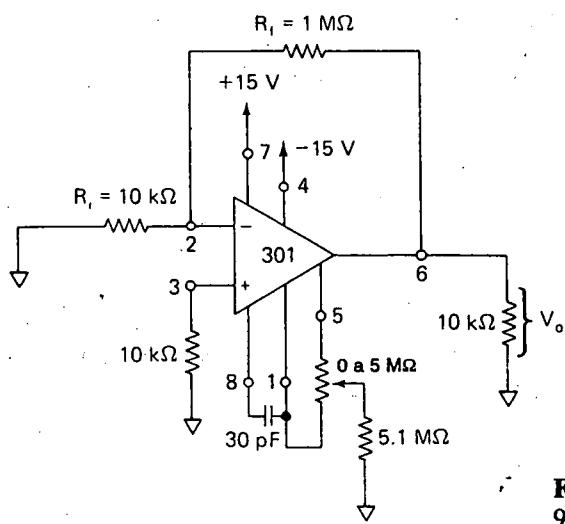

FIGURA 9-9 Circuito para el ejemplo 9-6.
Un amplificador operacional 301 del circuito de la figura 9-9 tiene las siguientes especificaciones de deriva: conforme la temperatura cambia de 25 a 75°C, I_{os} tiene una variación *máxima* de $0.3 nA/C$ y V_{io} varía como *máximo* a $30 \mu V/C$.
- 9-13.** En la figura 9-9 V_{io} cambia por $\pm 1 \text{ mV}$ cuando la temperatura cambia 50°C . ¿Cuál es el cambio en V_o debido al cambio en V_{io} ?
- 9-14.** I_{os} cambia $\pm 20 \text{ nA}$ en la figura 9-9 por un cambio de temperatura de 50°C . ¿Cuál es el cambio resultante en V_o ?